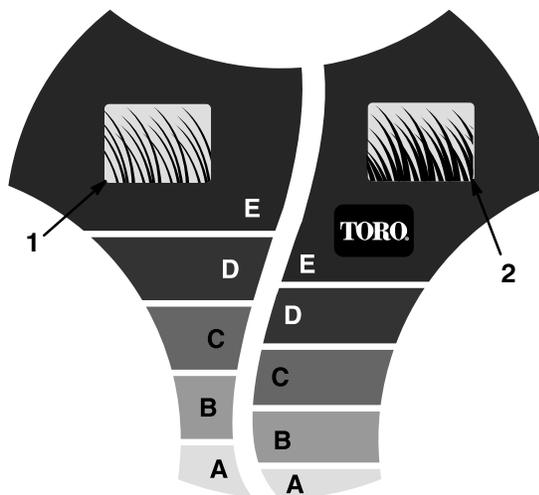

Figure 12
Le système *SmartWheel* présente deux échelles pour un réglage optimal de la hauteur de coupe selon que l'herbe est *CLAIRSEMÉE/NORMALE* ou *DRUE* (Fig. 12). Utiliser l'échelle *NORMALE* pendant la chaude saison d'été pour la plupart des travaux de tonte. L'échelle *DRUE* est réservée à la coupe de l'herbe vigoureuse, humide et luxuriante, qui pousse surtout au printemps.
1. Avant de mettre le moteur en marche, pousser la tondeuse sur le gazon jusqu'à ce que les lettres de l'échelle *SmartWheel*™ de la roue arrière gauche soient orientées à la verticale (Fig. 12).
2. Mesurer la hauteur de l'herbe sur l'échelle *SmartWheel* (Fig. 12). La lettre en regard du sommet des herbes indique le réglage de hauteur de coupe qui convient.